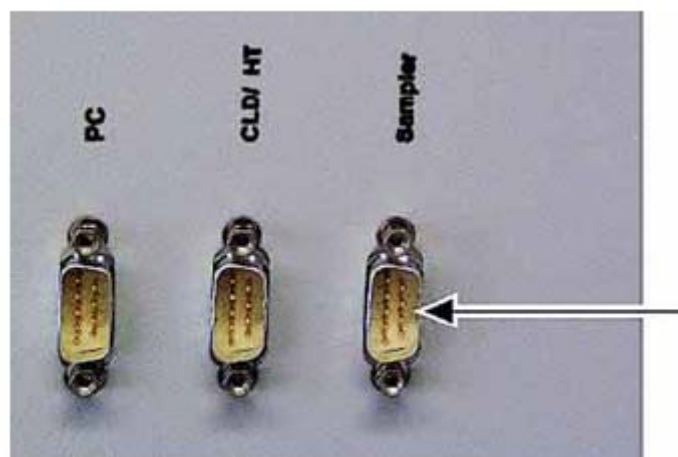

图91 测试仪后部的自动进样器串口接口
3. RS232 线的另一端插入测试仪后部的串口。（图 91）